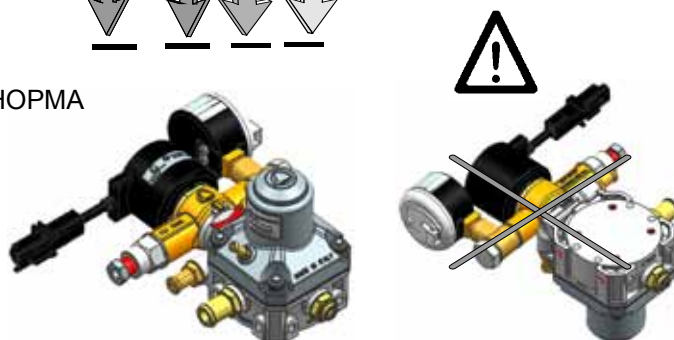

Рис. r2
- Не устанавливайте регулятор в перевернутом положении (регулирующим винтом вниз, см. рис. r2). Другие ограничения на ориентацию регулятора отсутствуют. Чтобы упростить техническое обслуживание, обеспечьте удобный доступ к соединениям газовой магистрали и винту регулятора, если это возможно.